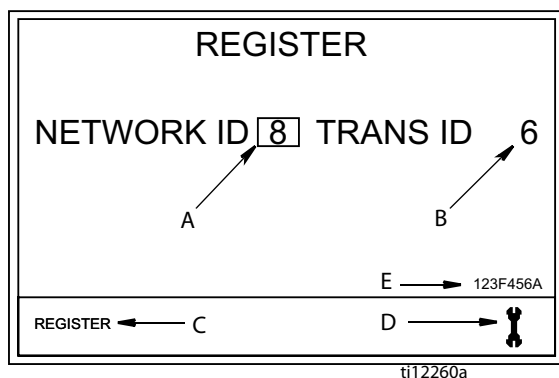

Рис. 5
4. Нажмите центральную кнопку ВВОД для подтверждения выбора пункта «REGISTER». Появится экран регистрации (Рис. 5).
1. На экране отображаются текущие идентификаторы «NETWORK ID» [ИД СЕТИ] (А) и «TRANS ID» [ИД ПЕРЕДАТЧИКА] (В) (Рис. 5), назначенные расходомеру.